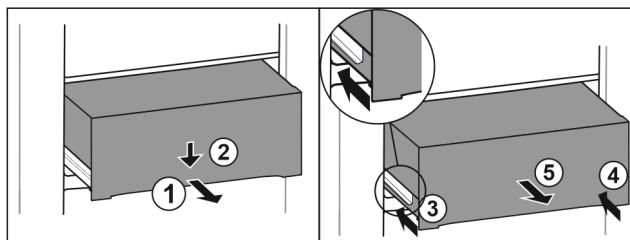

Fig. 156
- Estrarre il cassetto a metà. Fig. 156 (1)
- Premere il cassetto sul lato anteriore verso il basso. Fig. 156 (2)
- Spingere la guida sinistra di circa 2 cm verso l'interno. Fig. 156 (3)
- Spingere la guida destra di circa 2 cm verso l'interno. Fig. 156 (4)
- Rimuovere il cassetto tirandolo in avanti. Fig. 156 (5)